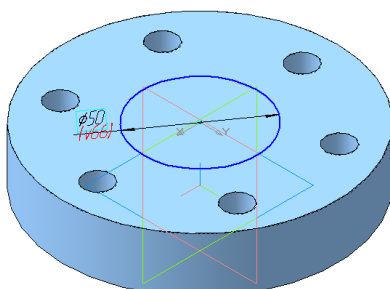
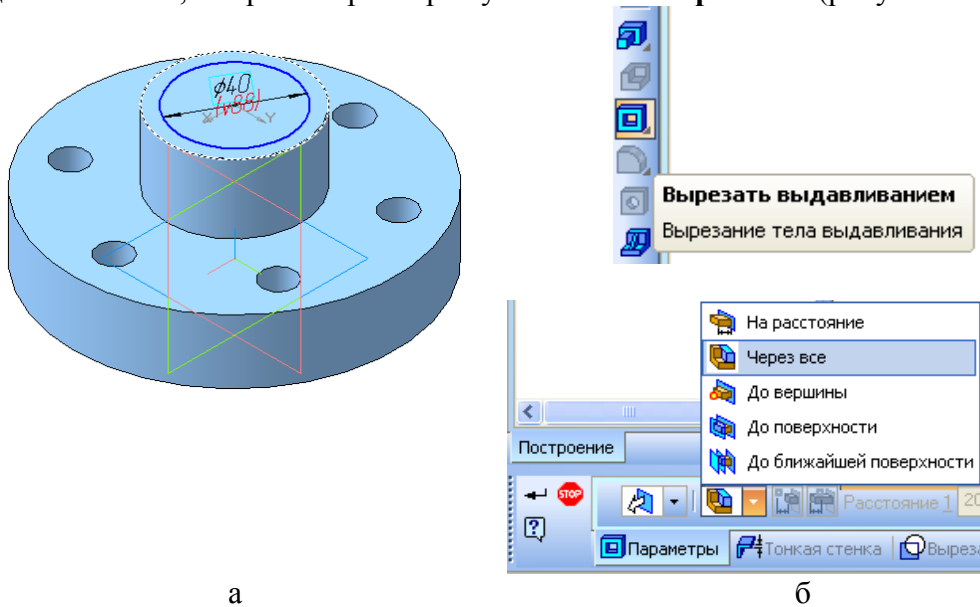
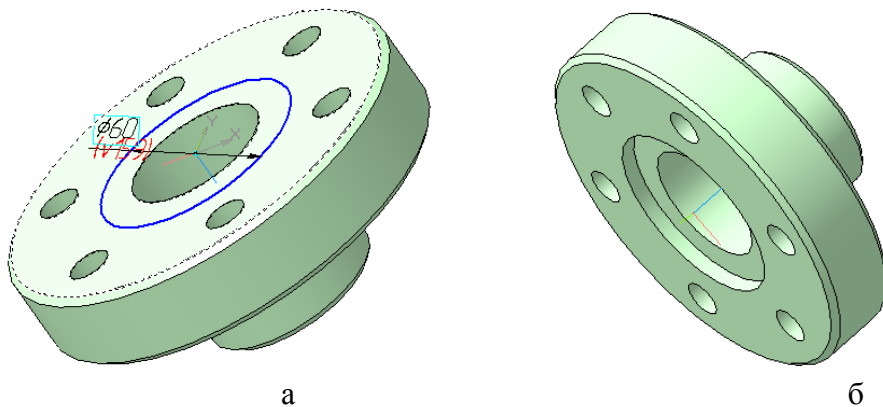
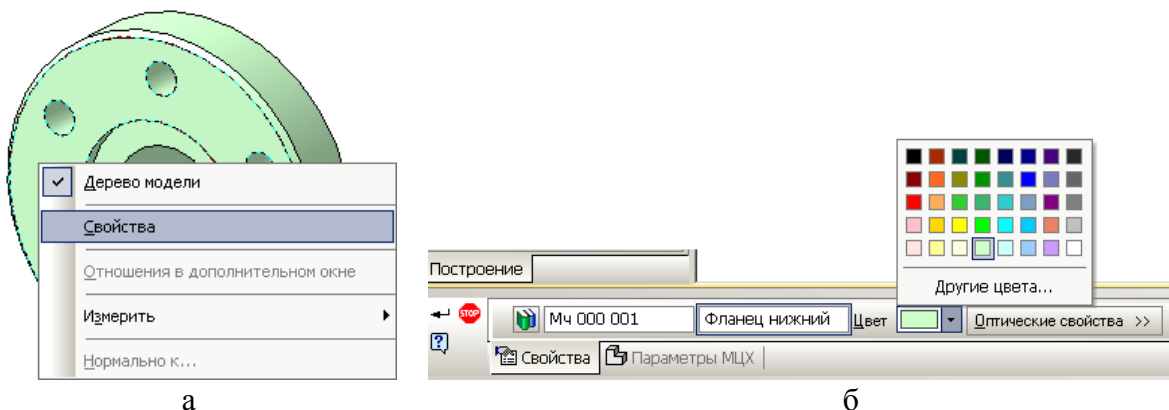

Рисунок 2 – Эскиз цилиндрического выступа
Рисунок 3 – Создание сквозного отверстия
Рисунок 4 – Построение фасок и цилиндрического паза
Рисунок 5 – Назначение свойств модели
7. **Построить одну из деталей с разрезом «Корпус1» (см.прилож.14, рис.2), «Корпус2» (см.прилож.14, рис.3), «Корпус3» (см.прилож.14, рис.4), «Корпус4» (см.прилож.14, рис.5)**
Создайте эскиз цилиндрического выступа **Ø50** на верхней плоскости основания фланца (рисунок 2). Выдавите на расстояние **26 мм**.
На верхней плоскости цилиндрического выступа выполните эскиз отверстия  $\varnothing 40$  (рисунок 3а). Для создания сквозного отверстия воспользуйтесь командой **Вырезать выдавливанием**, в строке параметров установите «**Через все**» (рисунок 3б).
Постройте три фаски  $2 \times 45^\circ$ . На нижней плоскости фланца выполните эскиз цилиндрического паза  $\varnothing 60$  (рисунок 4а) и вырежьте на глубину 5 мм (рисунок 4б).
Щелкните правой кнопкой мыши на свободном поле. В выпадающем меню выберите команду **Свойства** (рисунок 5а). В появившейся строке параметров назначьте цвет, материал и заполните название и обозначение модели (рисунок 5б).